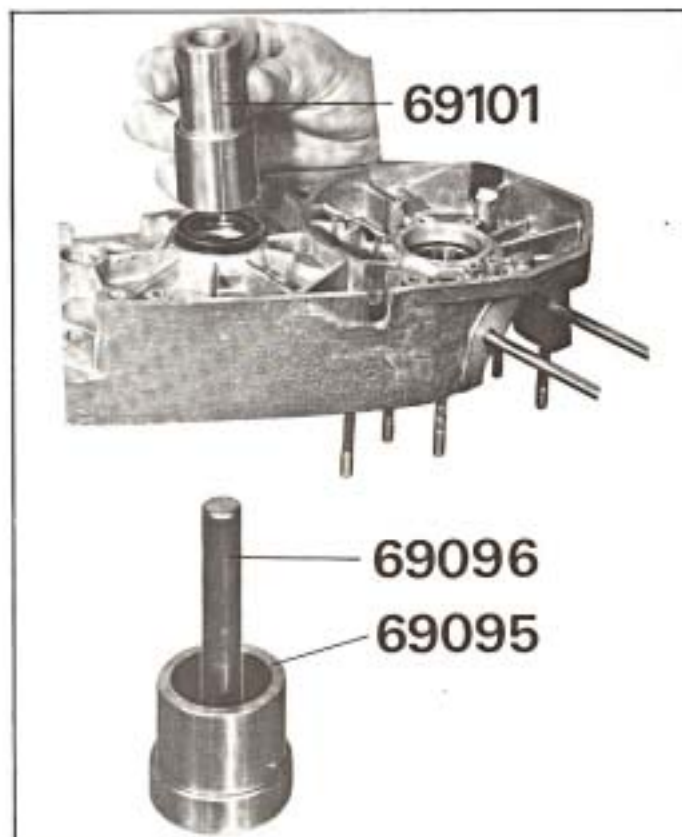

Fig. 52
- Descendre le joint (suiffé) avec le chasse 69101, en utilisant le côté grand diamètre (voir figure 52).